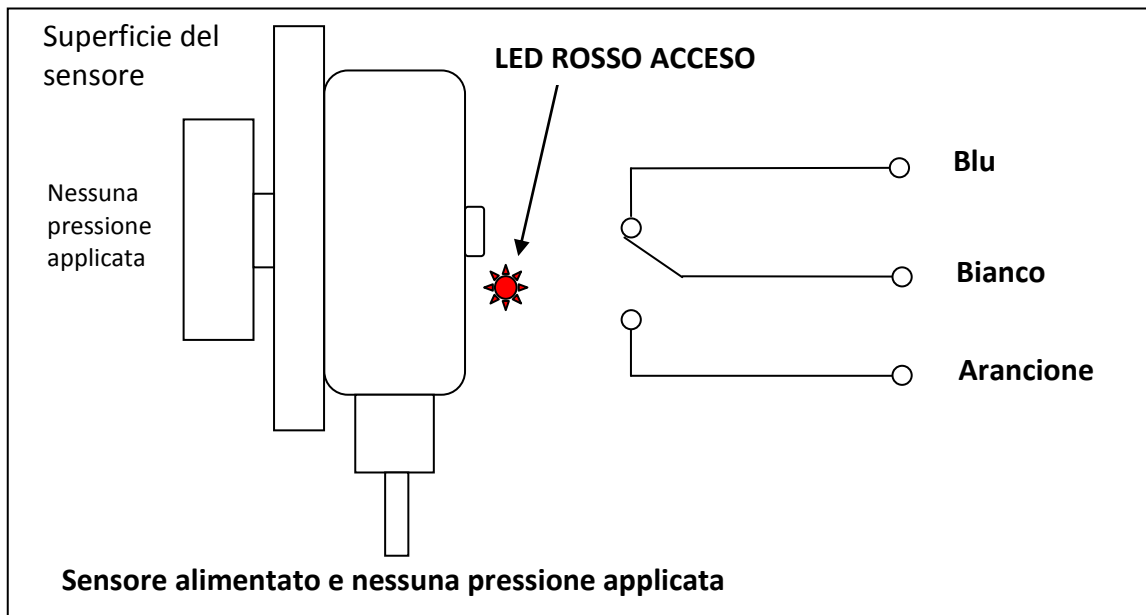
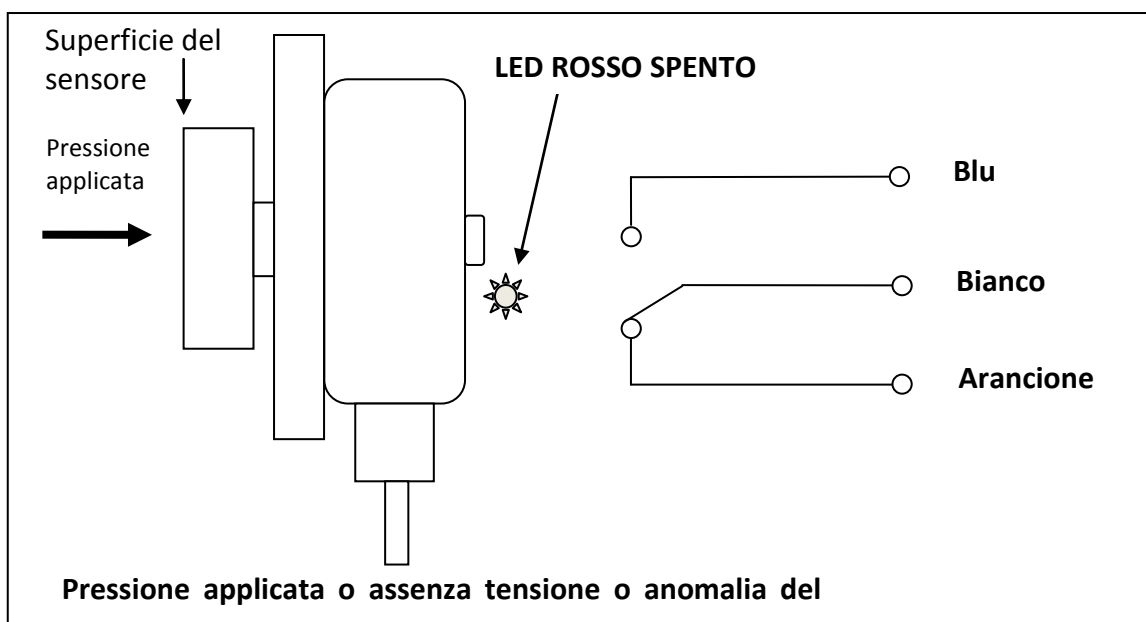

Figura 8 – TouchSwitch in condizione di OK
Figura 9 – TouchSwitch in condizione di allarme
Si tratta di un finecorsa elettronico. Il sensore reagisce alla pressione applicata alla superficie del sensore stesso. Se la **pressione supera i 3,6kg**, il sensore attiva la **condizione di allarme** del relè (v. Figura 9). Se il sensore è alimentato e funziona correttamente e non viene applicata pressione alla superficie, il sensore va ad eccitare il relè e indica lo stato di OK tramite accensione del LED (v. Figura 8).
- 1) Osservare se il LED rosso di uscita sull'alloggiamento del sensore (v. Figura 8) è ACCESO e accertare che il nastro o la puleggia non entrino in contatto con il sensore
- 3) Verificare il corretto funzionamento degli allarmi e arresti dell'intero sistema (v. Figura 9)